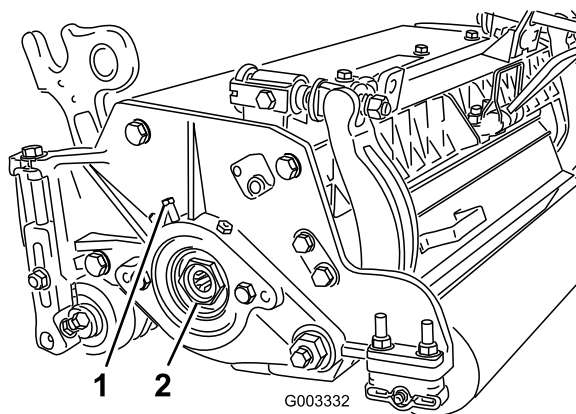

Figure 32
- A. Desserrez la vis extérieure qui fixe l'écrou de réglage au logement de roulement situé sur le côté gauche du plateau de coupe (Figure 32).